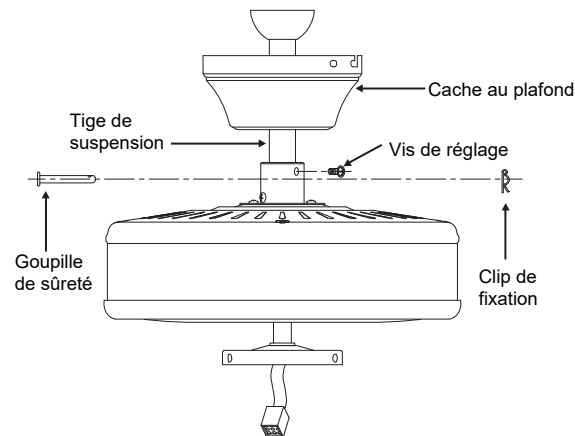

Fig. 6
Étape 4. Acheminez les fils sortant du haut du moteur du ventilateur à travers le couvercle d'accouplement, le cache, puis à travers la rotule/tige de suspension (**Fig. 6**)
Étape 5. Alignez les trous au bas de la tige de suspension avec les trous du collier en haut du carter du moteur (**Fig. 6**). Insérez soigneusement la goupille de sûreté dans les trous du collier et de la tige de suspension. Insérez la goupille de verrouillage dans le trou situé près de l'extrémité de la goupille de sûreté jusqu'à ce qu'elle s'enclenche dans sa position verrouillée (voir l'encadré circulaire de la **Fig. 6**).
Étape 6. Serrez fermement les deux vis de réglage situées sur le dessus du moteur du ventilateur (**Fig. 6**).